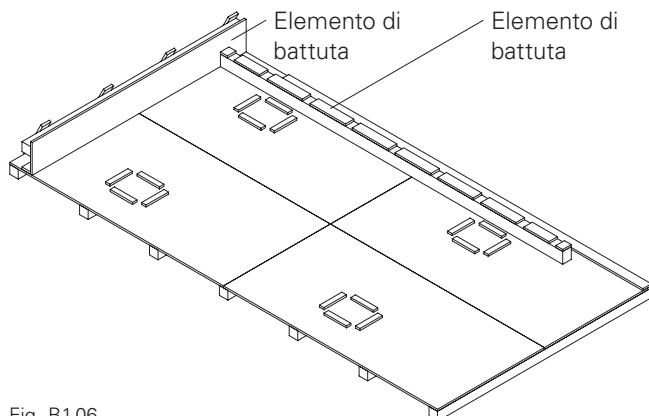

Fig. B1.06
1. Su un'area di montaggio sufficientemente grande e in piano, montare gli elementi di battuta per i due correnti SRU U120 (6) e i distanziatori in legno per le travi VT 20K (5) secondo il progetto specifico. (Fig. B1.06)